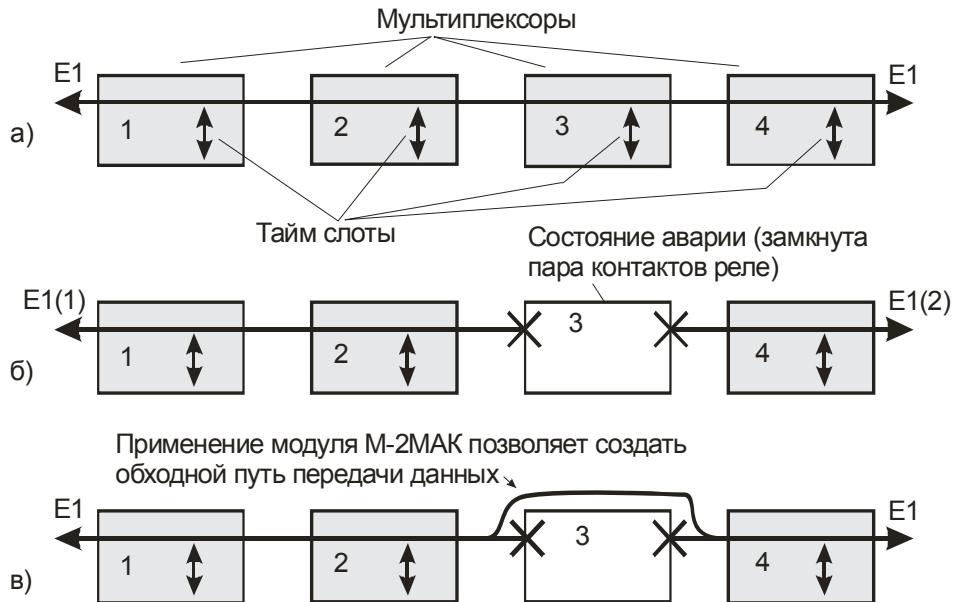
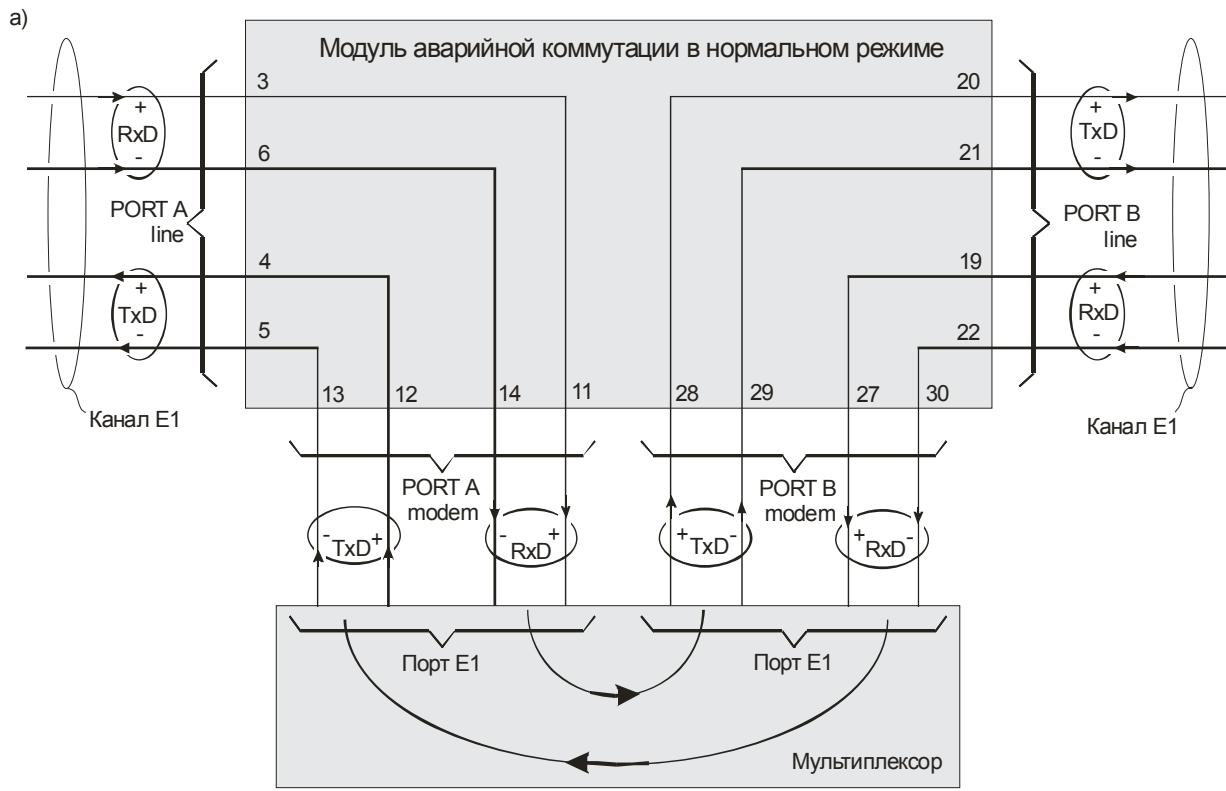

Рис. 1. Система передачи данных на основе мультиплексоров 1 – 4:
Рис. 2. Подключение модуля аварийной коммутации к мультиплексору и передача данных в режимах: а – нормальном; б – аварийном
Применение модуля поясняется рис. 1. Предположим, что имеется система передачи данных, построенная на основе четырёх последовательно включенных мультиплексоров 1 – 4, каждый из которых выполняет функцию извлечения – вставки (drop – insert) одного или нескольких тайм-слотов.
При нормальной работе системы (рис. 1, а) по каналу Е1 распространяются два односторонних встречных потока данных: слева направо и справа налево. В общем случае каждый мультиплексор извлекает из любого потока байты данных, размещённые в назначанных ему тайм-слотах, и отвечает вставкой байтов данных в соответствующие тайм-слоты потока противоположного направления.
При отказе одного из мультиплексоров или выключении напряжения его питания целостность канала Е1 нарушается. Внешним проявлением этих событий служит замыкание механических контактов реле, которое входит в состав мультиплексора. В примере, показанном на рис. 1, б, отказал мультиплексор 3, передача данных через него невозможна. Канал Е1 раздроблен на две не связанные между собой части – Е1(1) и Е1(2).
Как показано на рис. 1, в, для восстановления целостности канала Е1 создан “обходной путь” передачи данных. Неисправный (или не подключенный к источнику питания) мультиплексор 3 фактически отключен от системы. Такое отключение выполняется модулем аварийной коммутации (рис. 2).
При нормальной работе системы (рис. 2, а) модуль аварийной коммутации транслирует через порты А и В сигналы канала Е1 без какого-либо их преобразования. По существу, в данном режиме канал Е1 проходит сквозь мультиплексор так же, как и на рис. 1, а. Вместо портов А и В можно использовать соответственно порты С и D.
Эти условия соответствуют выключению электромеханических реле, размещенных внутри модуля, в результате в системе передачи данных создаётся рассмотренный ранее (рис. 1, в) обходной путь для распространения потоков данных без их поступления в мультиплексор (рис. 2, б).
Как показано на рис. 2, б, в аварийном режиме порты PORT A modem и PORT B modem механически отключены от внутренних цепей модуля (разрывы связей помечены крестиками) и в то же время созданы прямые связи (обходные пути передачи данных) между одноимёнными контактами портов PORT A line и PORT B line.